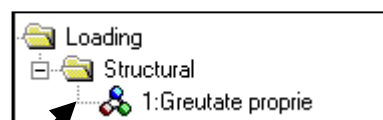

Fig. 37
- în fereastra din stânga, meniul **Treeview** va fi afișat numele încărcării definite (fig. 37)